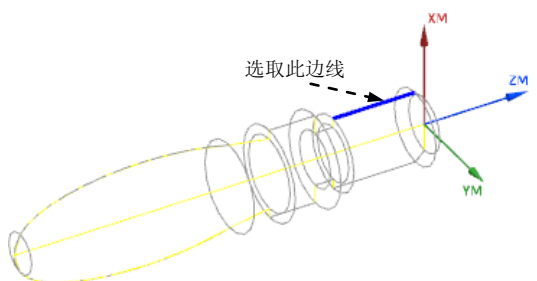

图 4.25 定义起始线
Step2. 选取螺纹起始线。激活“螺纹 OD”对话框的 **Select Crest Line (0)** 区域，在图形区选取图 4.25 所示的边线。